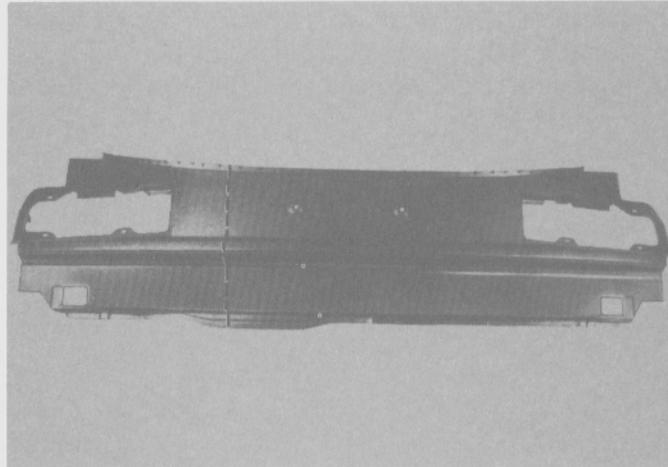

Fig. 285
- Transferir las dimensiones a la nueva pieza, dando un margen adicional de 10 a 12 mm. de material para el solapado (Fig. 285).